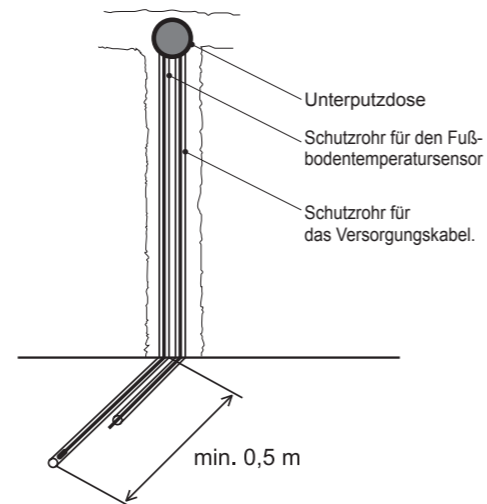
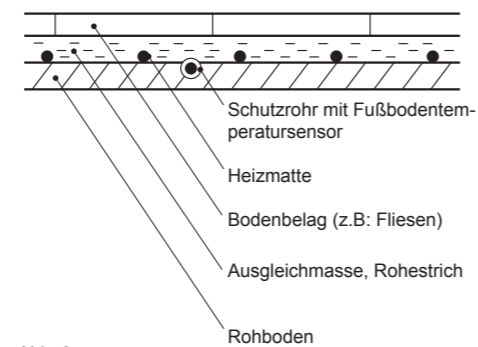

Abb. 2
Abb. 3
8. Montieren Sie die Unterputzdose so, dass zwei nach unten laufende Schutzrohre verlegt werden können. Eine Nut in der Wand ermöglicht eine oberflächenbündige Montage. Die Schutzrohre dürfen nicht rechtwinklig abgebogen bzw. geknickt werden. Der Biegeradius sollte das 5-fache des Aussendurchmessers des Schutzrohres (siehe Abb. 2) betragen. Der Temperatursensor sollte unterhalb der Heizmatte, im Schutzrohr mittig (ca. 0,5 m von der unbeheizten Fläche) verlegt werden (siehe Abb. 3).